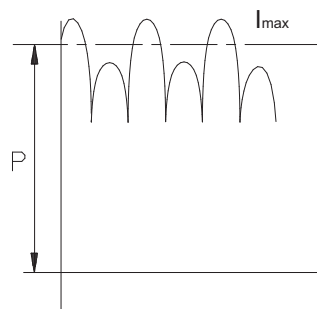

Bild2:
- unzulässige Einstellung Bild 2